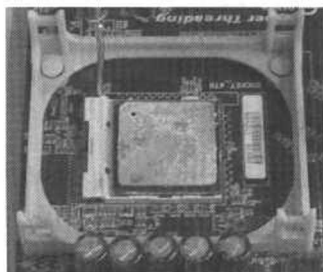

图 1-13 CPU 放入插槽后的效果
⑥ 把 CPU 的针脚缺口对准主板上的 CPU 插槽缺口,然后按垂直方向轻轻地往下压,但不能太用力。放入后的效果如图 1-13 所示。